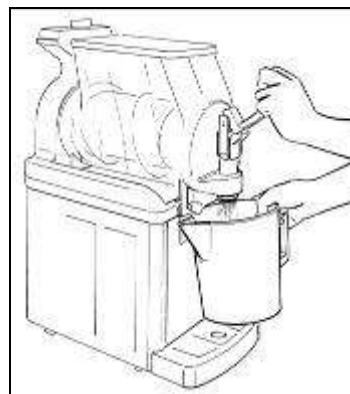

Fig. 12
- Vider le bac et répéter les mêmes opérations jusqu'à ce que de l'eau limpide sorte de ce dernier (fig. 12).